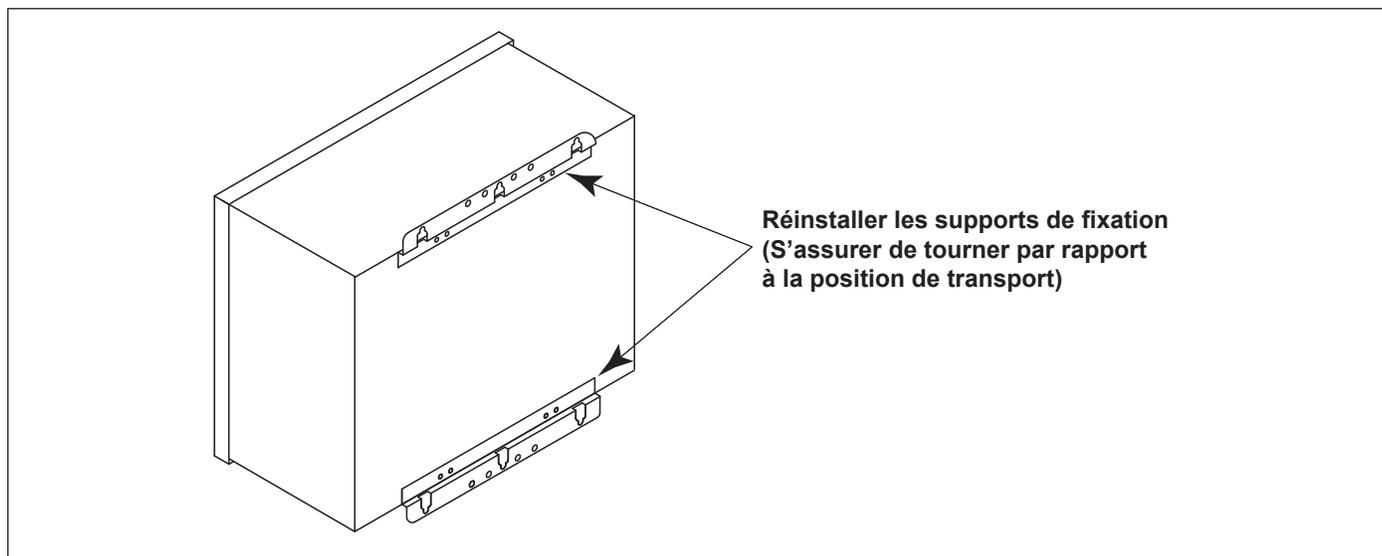

Figure 8. Réinstaller les supports de fixation au centre de contrôle
- Réinstaller les supports de fixation en haut et en bas de la partie arrière du centre de contrôle à l'aide de quatre (4) vis qui ont été retirés à l'Étape 2. S'assurer que les supports ont été tournés par rapport à leur position originale (Voir Figure 8).